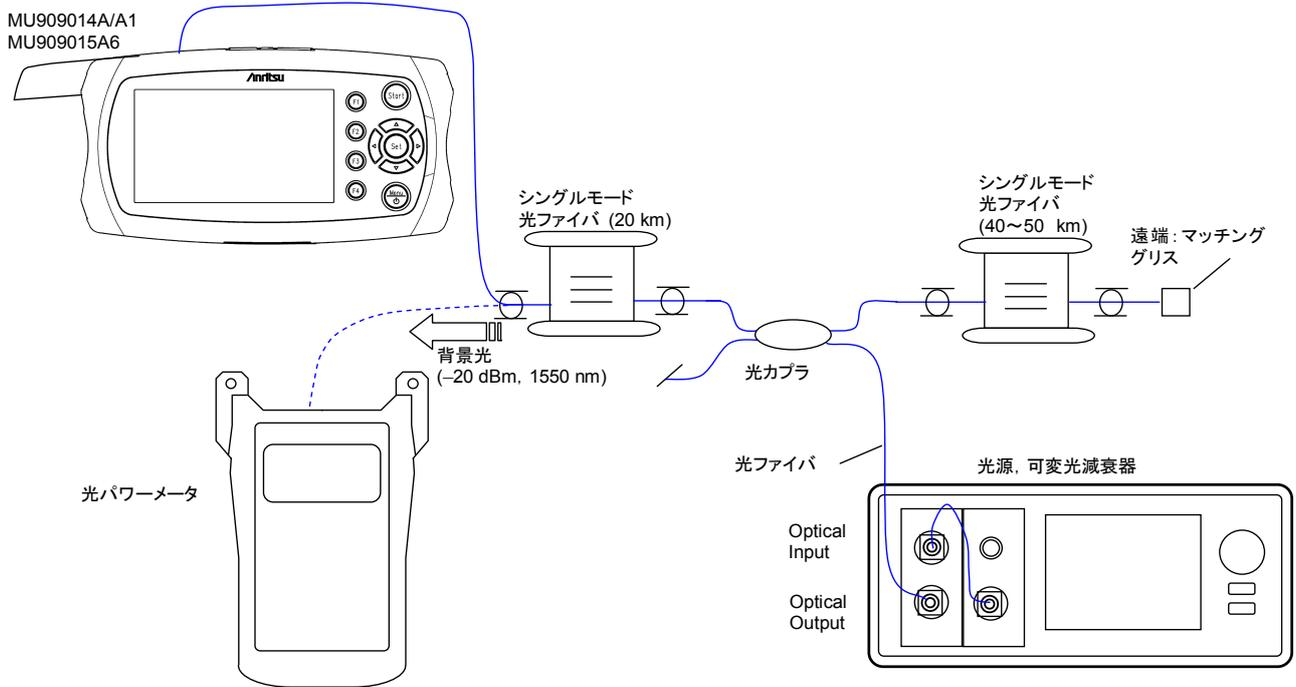

図11.1.4-1 ダイナミックレンジ測定の接続図 (MU909014A/A1, MU909015A6)
1. 光源, 可変光減衰器, 光カプラ, シングルモード光ファイバ, および光パワーメータを図11.1.4-1のとおり接続します。